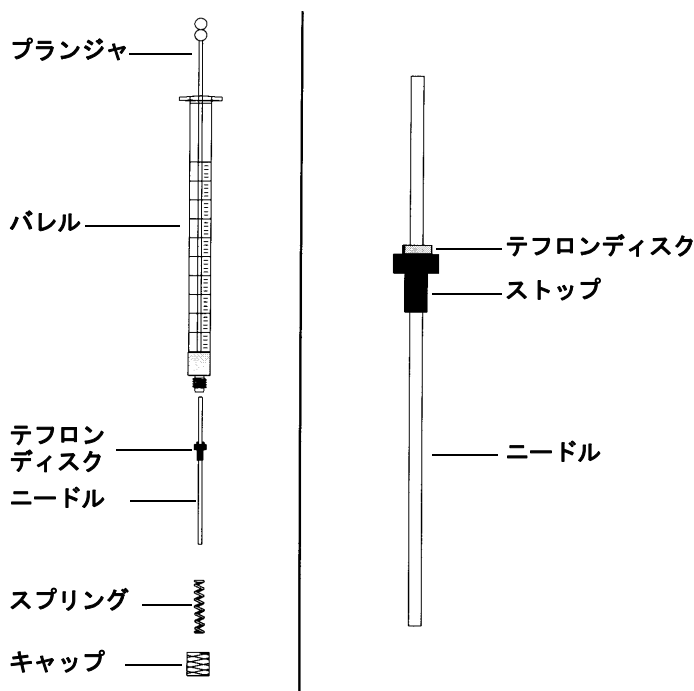

図 80 シリンジの部品
ニードルをシリンジバレルに挿入するには (図 80) :
- 2 ニードルにテフロンディスク (図 80) があることを確認します。シリンジバレルにテフロンディスクがない場合は、シリンジボックス内の説明書に従って、ニードルを自分でラップします。